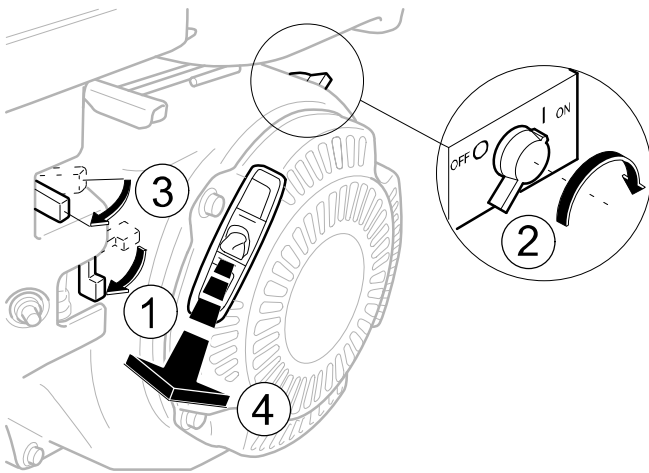

Abb. 10 Benzinanlagen starten
- Kraftstoffhahn öffnen (1, Abb. 10).
- Zündschalter auf I stellen (2, Abb. 10).
- Starterklappe am Benzinmotor auf Start (3) stellen. Motor mit Hilfe des Seilzugstarters (4) anwerfen. Sobald der Motor angesprungen ist und rund läuft, Starterklappe auf Betrieb stellen.
- Benzinmotor mit Stopp-Schalter (2, Abb. 10) abstellen, Kraftstoffhahn schließen.